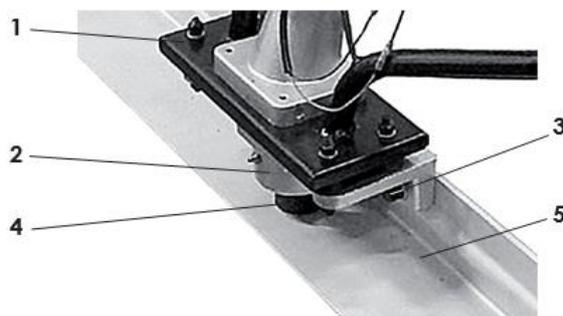

Рис.3 1 – Основание рамы; 2 – Корпус вибратора; 3 – Болт крепления; 4 – Амортизатор; 5 – Рейка выравнивающая.
3.2 Крепление выравнивающей рейки (Рис.3)
Совместив крепёжные отверстия корпуса вибратора (рис.3 поз.2) и выравнивающей рейки (рис.3 поз.5), скрепить корпус и рейку болтовым крепежом (рис.3 поз.3).